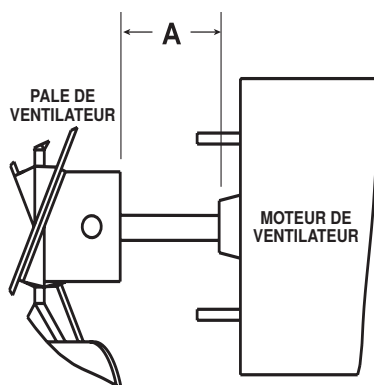

Figure 33. Espacement du ventilateur et du moteur (reportez-vous au Tableau 25)
6. Assurez-vous que la roue du ventilateur est positionnée correctement sur l'arbre (voir Figure 33), que la vis de réglage est serrée à 130 (± 10) pouces-livres, et que les écrous fixant le moteur à la protection du ventilateur soient serrés à 30 pouces-livres.
*Voir Figure 33.